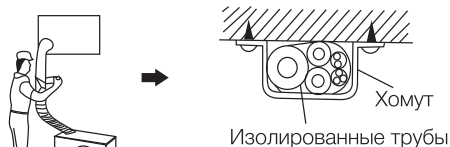

Рис. 6
- Оберните изоляцией трубу от нижней части внешнего блока до верхней части трубы, где она входит в стену. После того, как вы сделаете один оборот лентой, перекройте его следующим внахлест (Рис. 6).